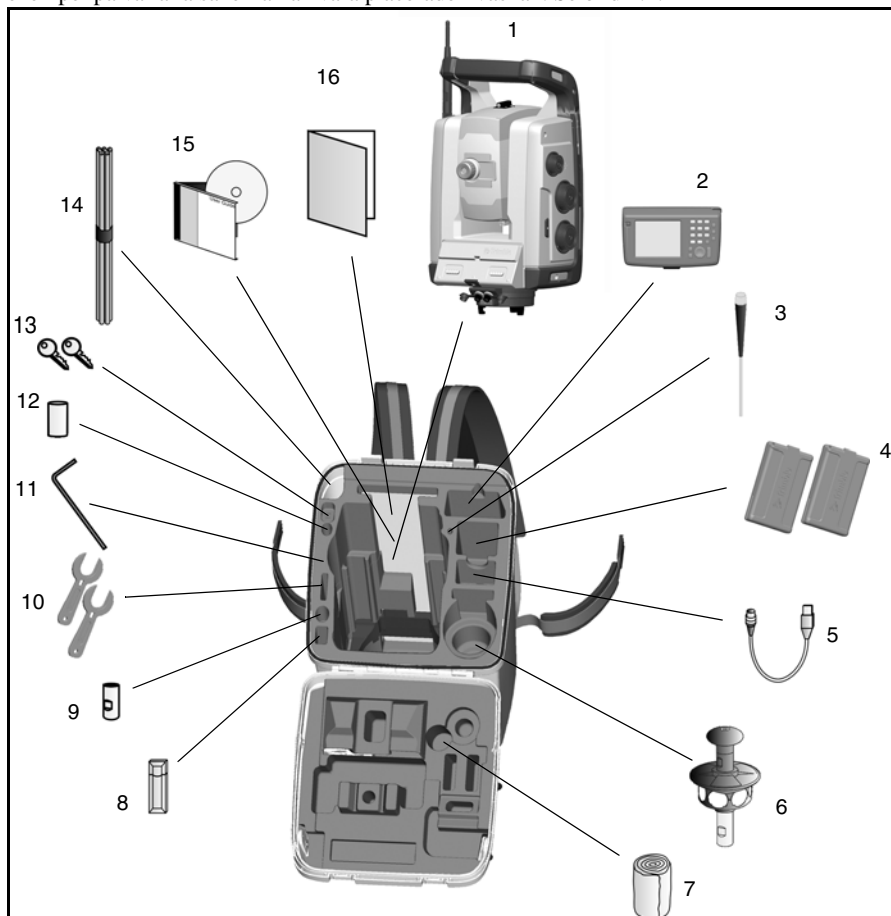

Bild 2.1 Artiklarnas placering i instrumentväskan
När du packar upp instrumentet, kontrollera att allt du beställt finns med. Bilden nedan är ett exempel på var alla sakerna kan vara placerade i väskan. Se bild 2.1.
*En del av produkterna som beskrivs i bild 2.1 är tillval och alla produkterna levereras inte tillsammans med instrumentet, en del av produkterna levereras tillsammans med de olika tillbehörssatserna.*
**Varning** – Ta alltid bort kontrollenheten från instrumentet före transport. Placera kontrollenheten i sitt eget fack i transportväskan för att undvika skador på instrumentet. se Bild 2.1